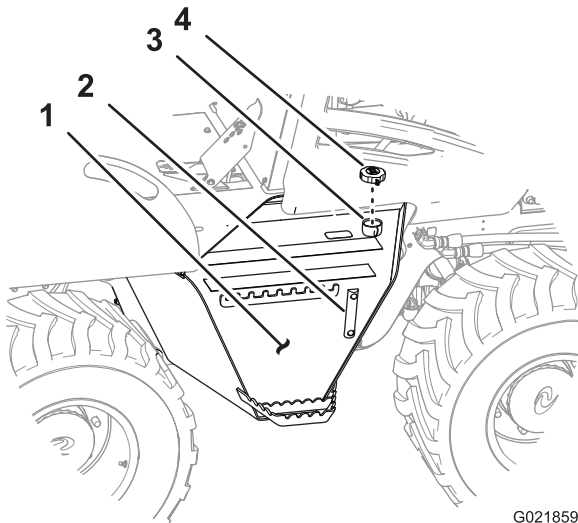

Figure 89
3. Enlevez le bouchon de remplissage/reniflard par le tube de remplissage (Figure 89).